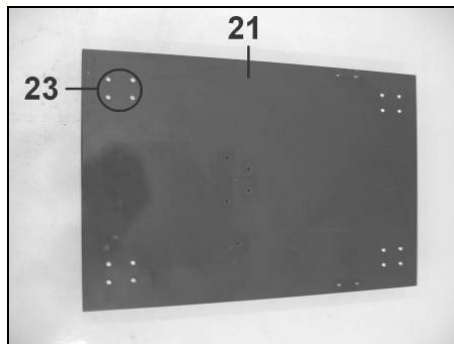

Fig 9
- Placez les roulettes (22) sous le plateau et fixez-les avec pour chacune 4 ensembles vis cruciforme / rondelle / écrou (23): insérez les vis par le dessus du plateau (Fig 9), puis les rondelles et les écrous par le dessous.
- Serrez bien les vis et les écrous (23) puis retournez le plateau (21).